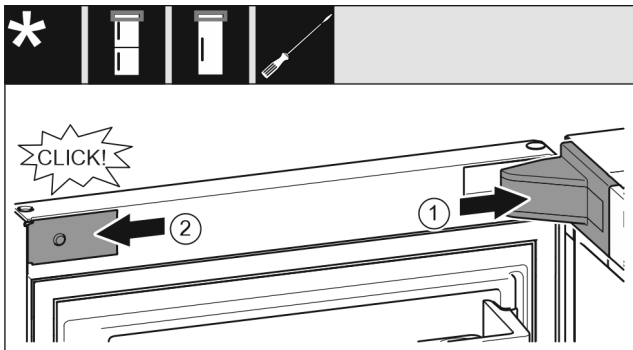

Fig. 23
- ▶ Крышку опорного кронштейна установите и зафиксируйте, те при необходимости осторожно разожмите. Fig. 23 (1)
- ▶ Установите накладку сбоку и зафиксируйте. Fig. 23 (2)